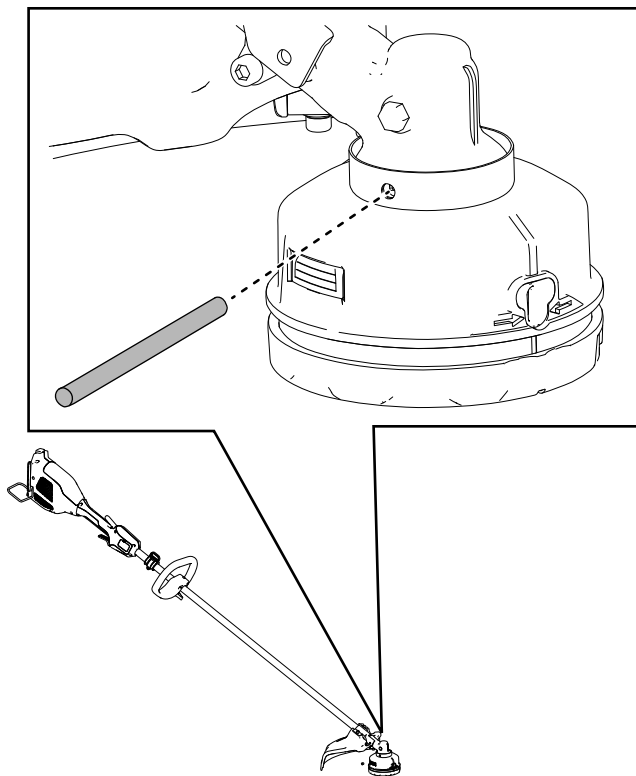

Figura 16
2. Allineate il foro nella piastra della coppa con il foro nella scatola degli ingranaggi del decespugliatore (Figura 16).
3. Inserite l'asta di metallo inclusa attraverso la piastra della coppa e nel foro nella scatola degli ingranaggi del decespugliatore per fissare la testa del decespugliatore (Figura 16).